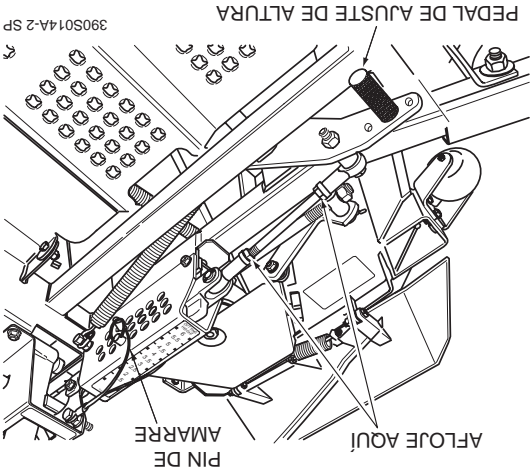
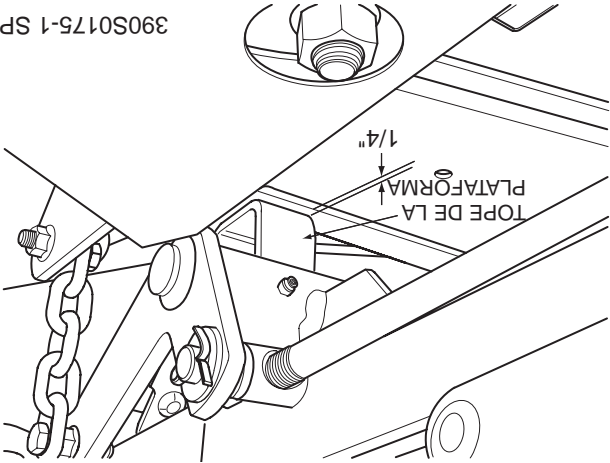

Figura 6-7 Ajuste de altura de la plataforma de corte
Figura 6-8 Tope de la plataforma de corte
1. Coloque la plataforma de corte en posición de transporte. Afloje las contratuercas en ambos extremos de la varilla de control de la altura de plataforma. (Vea la Figura 6.7)
2. Gire la varilla de control (Vea la Figura 6.7) hasta que haya un espacio de 1/4" entre el tope posterior de la plataforma y la parte superior de la plataforma de corte. (Vea la Figura 6.8). Apriete las contratuercas en la varilla de control.
4. Verifique la medida desde el suelo hasta la punta de la cuchilla de corte. Si la medida no se encuentra en 3", puede realizarse un ajuste utilizando la varilla de control de altura de la plataforma. (Vea la Figura 6.7)